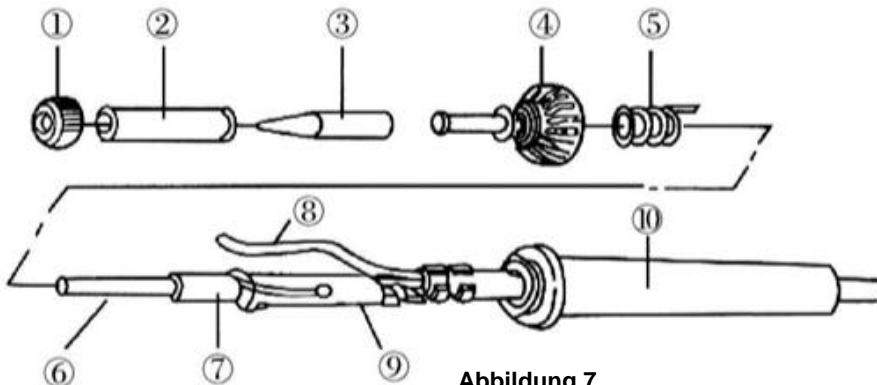

Abbildung 7
- c. Lösen Sie die Mutter (1 in Abbildung 7)
- d. Ziehen Sie den Schaft des LötKolbens heraus (2 in Abbildung 7).
- e. Entfernen Sie die alte Lötspitze und ersetzen Sie diese durch eine neue (3 in Abbildung 7).